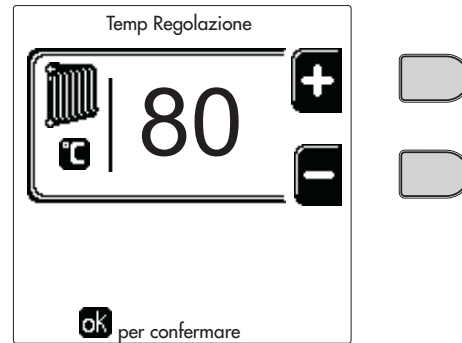
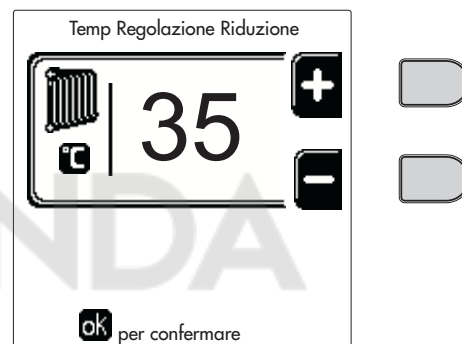

рис. 14
рис. 15
- **ВКЛ.** В случае запроса на отопление/ГВС котел работает с заданной температурой регулировки отопления/ГВС (рис. 14/рис. 16).
- **и**. В случае запроса на отопление/ГВС котел работает на пониженной температуре регулировки. Пониженная температура получается вычитанием значения «Понижение температуры регулировки» (рис. 15/рис. 17) из значения заданной «Температуры регулировки» отопления/ГВС (рис. 14/рис. 16).